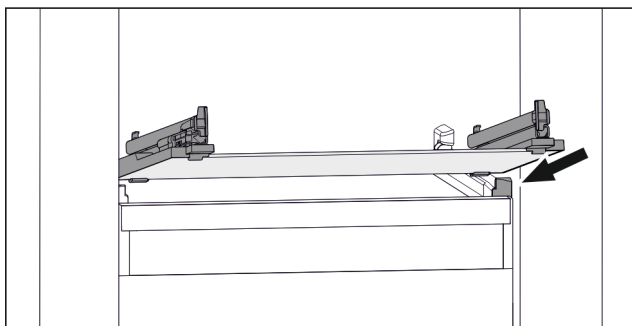

Fig. 112 Simbolična slika steklene plošče
- ▶ Steklo ploščo postavite v poševnem položaju za zaustavljalniki. (glejte Fig. 112)